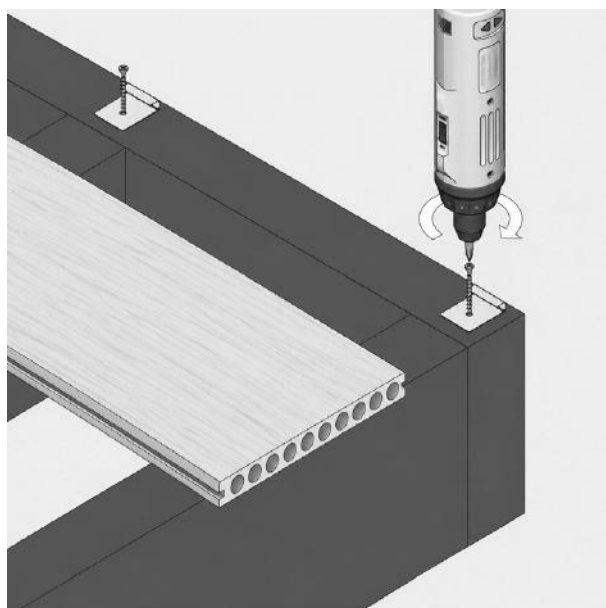
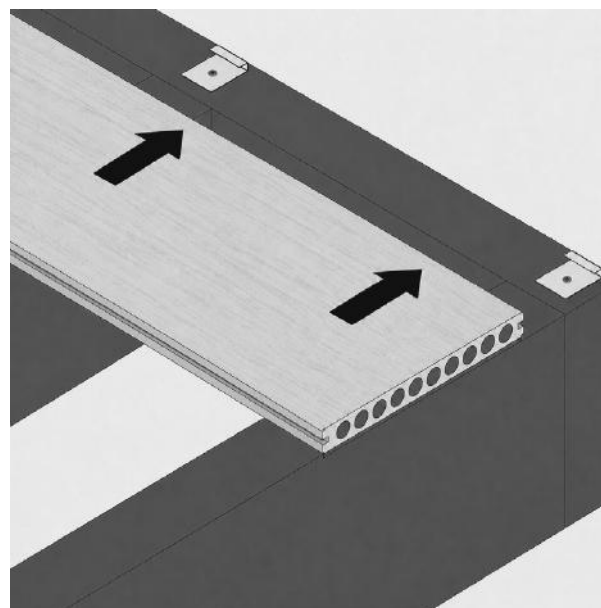

FIG. 2 – EERSTE PLANK BEVESTIGD MET PURAFIX™ VERDEKTE STARTCLIPS
FIG. 3 – VERDEKTE CLIP GEPLAATST IN DE GEGROEFDE RAND VAN DE PLANK
- 01 De eerste plank moet worden bevestigd met PuraFix™ verdekte startclips die in de zijgroef van de plank klikken (fig. 2): lijn de startclips uit langs de eerste regel, om de 300 mm over de lengte van de regel; schroef elke clip stevig aan de regel; klik de eerste terrasplank eenvoudig op de startclips (fig. 3).
- 02 Om aangrenzende planken te bevestigen, plaatst u PuraFix™ verdekte clips (3 mm of 6 mm) in de gegroefde rand van de vastgezette plank en steekt u de borgschroef in de verdekte clips (fig. 3): schroefgaten moeten worden uitgelijnd met de hart-op-hart afstanden van de regels; zorg ervoor dat het verzonken deel van de verdekte borgclip naar boven wijst; installeer 1 verdekte clip op elke regel; gebruik altijd verdekte clips bij plankuiteinden; gebruik 1 clip per plankuiteinde bij stuiknaden (deel nooit één clip over 2 plankuiteinden).